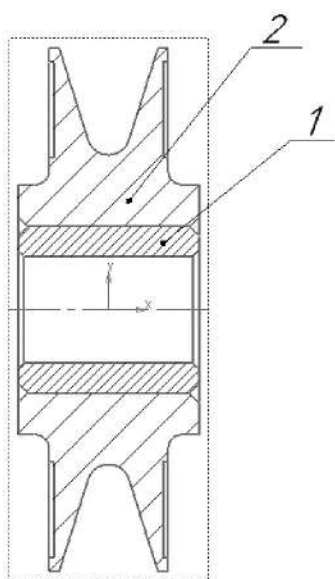

Рисунок 4.18. Простановка позиционных линий-выносок
1.5.2 Проставьте позиционную линию-выноску к детали Втулка (рисунок 4.18). Построение начинается с указания точки, на которую указывает выноска. Затем нужно указать точку начала полки. Очередной номер позиции присваивается автоматически.
1.5.3 Проставьте позиционную линию-выноску к детали Ролик (рисунок 4.18).